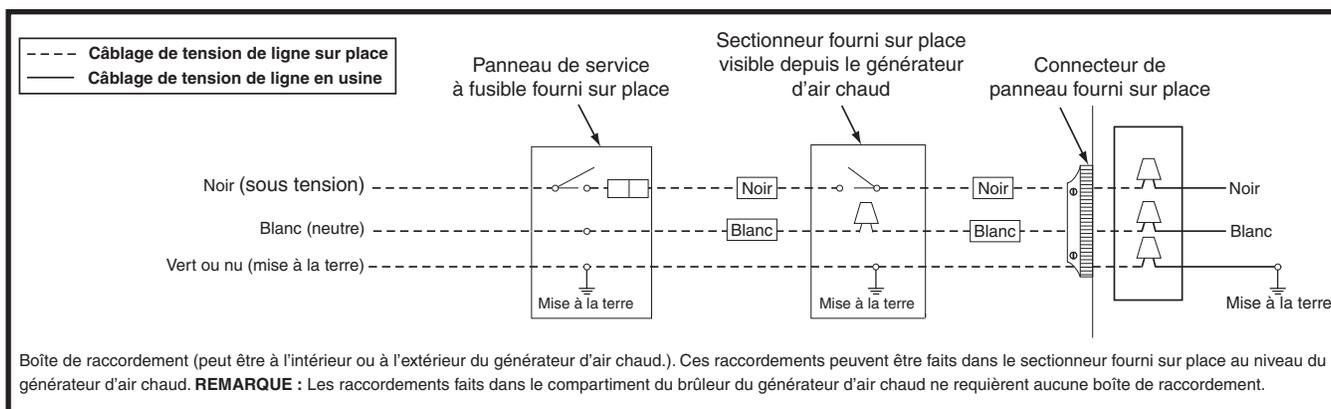
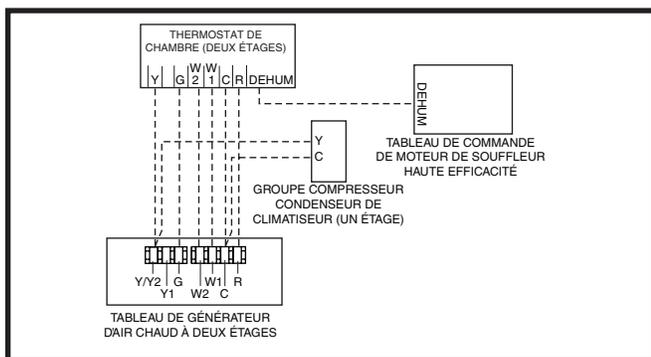

Figure 19. Câblage de tension de ligne sur place
Figure 20. Configuration de câblage 1
- Un sectionneur doit être installé à un emplacement facilement accessible et visible depuis le générateur d'air chaud. Consulter la Figure 19 ou l'étiquette de schéma de câblage à l'intérieur de la porte de commande. Tout autre méthode de câblage doit être acceptable par l'autorité compétente.
- Il faut maintenir la polarité de tension de ligne appropriée afin que le système de commande fonctionne correctement. Vérifier que la ligne neutre entrante est raccordée au fil blanc et que la ligne SOUS TENSION entrante est connectée au fil noir. Le générateur d'air chaud ne fonctionne pas si la polarité et la mise à la terre sont mal branchés, comme indiqué dans la Figure 19.
- Brancher la sortie **W** du thermostat à la borne **W1** des tableaux de commande du générateur d'air chaud. Ceci permet au générateur d'air chaud de toujours fonctionner en mode faible puissance. Consulter la Figure 20.
- ✓ Vérifier que tous les fils de thermostat nécessaires sont bien branchés aux fils appropriés de la plaque à bornes de la carte à circuits imprimés. Consulter les Figure 20 (page 24), Figure 21 (page 24) et Figure 22 (page 25).
Les ordres de fonctionnement des modes de chauffage, de refroidissement et de ventilation sont décrits ci-dessous. Vérifier les schémas de câblage d'excitation et de câblage du générateur d'air chaud : Figure 19 (page 24), Figure 20 (page 24), Figure 21 (page 24), Figure 22 (page 25) et Figure 30 (page 39), Figure 31 (page 40), Figure 32 (page 41) et Figure 33 (page 42).